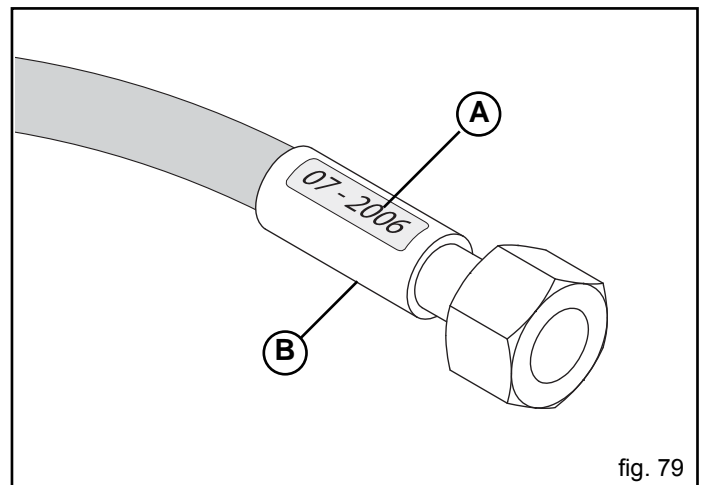

fig. 79
- Lecks in der Nähe der Einlagen (B, Abb. 79);
- Korrosion der Einlagen (B, Abb. 79);
- mehr als 5 Jahre seit dem Produktionsdatum vergangen sind (A, Abb. 79).